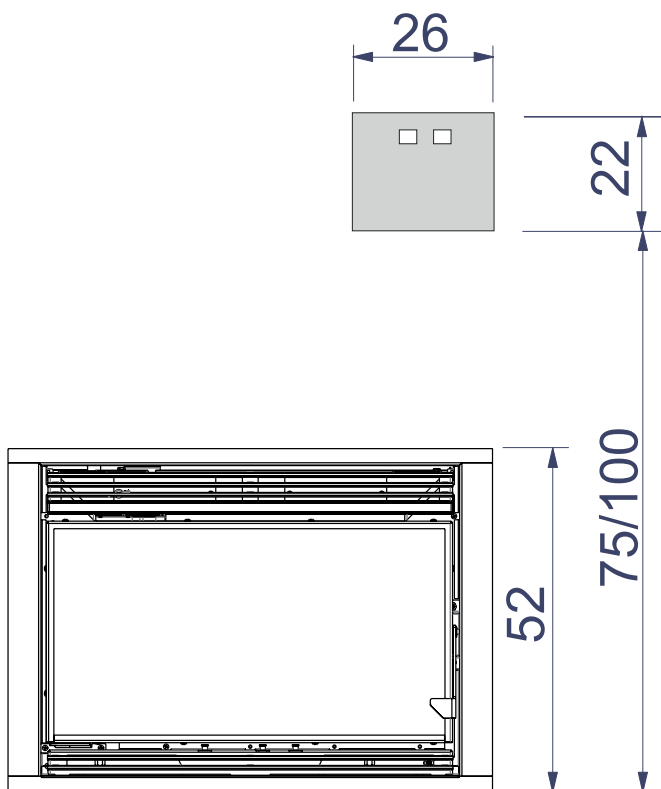

fig. 14
- Cortar o tubo na medida certa e colocar o terminal do tubo na borda do suporte de centralização (**H** - fig. 14) e fixá-lo por meio das faixas fornecidas.